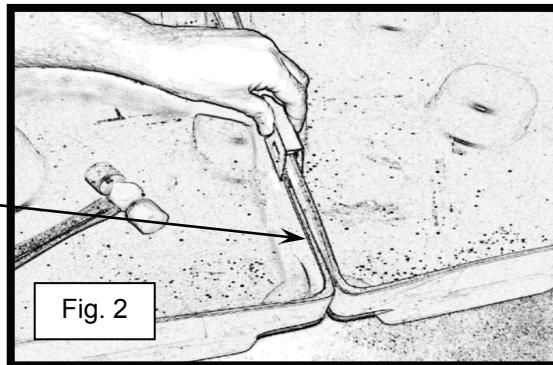

Fig. 2
- 2) Breng twee vergaarbakken bijeen (zie fig. 2). Plaats de klemverbinding over de bovenranden van de vergaarbakken (zie fig. 2).
- 3) Zodra de klemverbinding over de bovenrand van beide vergaarbakken is geplaatst, duwt u de klem met een hamer omlaag (zie fig. 2 en 3).